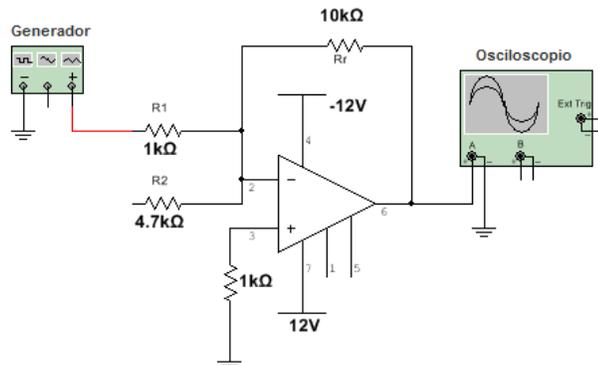

Figura 6.15. Circuito del experimento 2
2.1 Arme el circuito de la figura 6.15. Polarice el amplificador operacional (LM741) a 12 V (figura 6.13c). Quite el resistor de 4.7k Ω y deje el resistor de 1k Ω . Nota: Verifique sus conexiones antes de energizar.